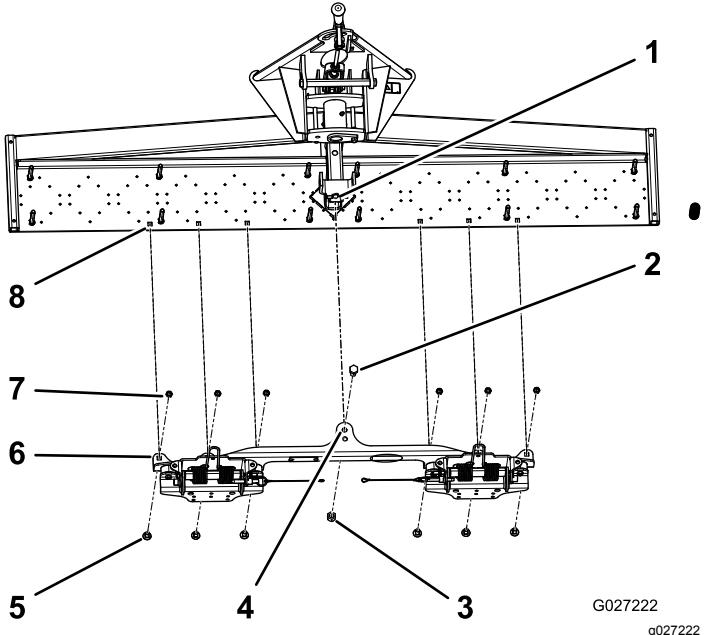

Figura 4
- Alinhe o furo **frontal** da patilha central do suporte da barra escarificadora com o furo do tubo retangular na barra escarificadora (Figura 4 e Figura 5).
- Alinhe os 6 furos nas patilhas no suporte da barra escarificadora com os 6 furos na placa inferior da barra escarificadora (Figura 4 e Figura 6).